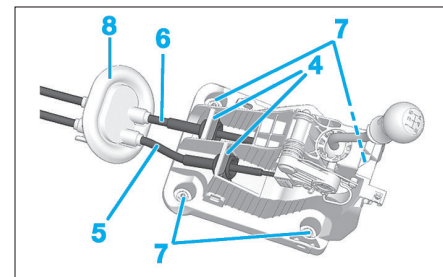
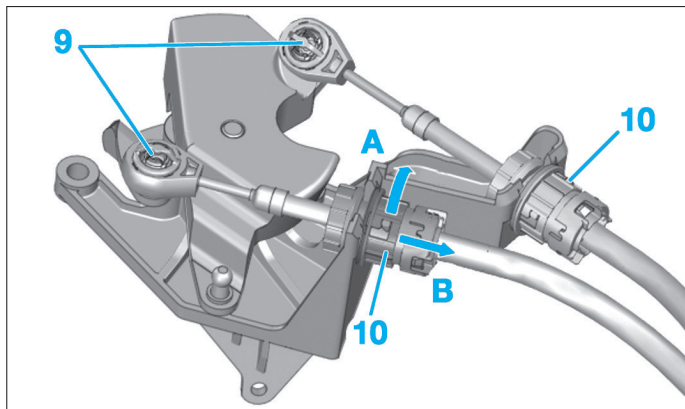

Fig. 14
Fig. 15
- Déposer les agrafes (4) (Fig.14).
- la bride de câble de sélection de vitesses (2),
- la rotule (3) à l'aide d'une pince à becs.
- Ecarter les câbles de sélection (5) et de passage (6) des vitesses du boîtier de commande.
- Dégrafer l'entretoise de maintien du joint d'étanchéité (8) de la caisse.
- Désaccoupler les rotules (9) (Fig.15).
- Pivoter les bagues (10) suivant la flèche (A).
- Tirer les bagues (10) suivant la flèche (B).